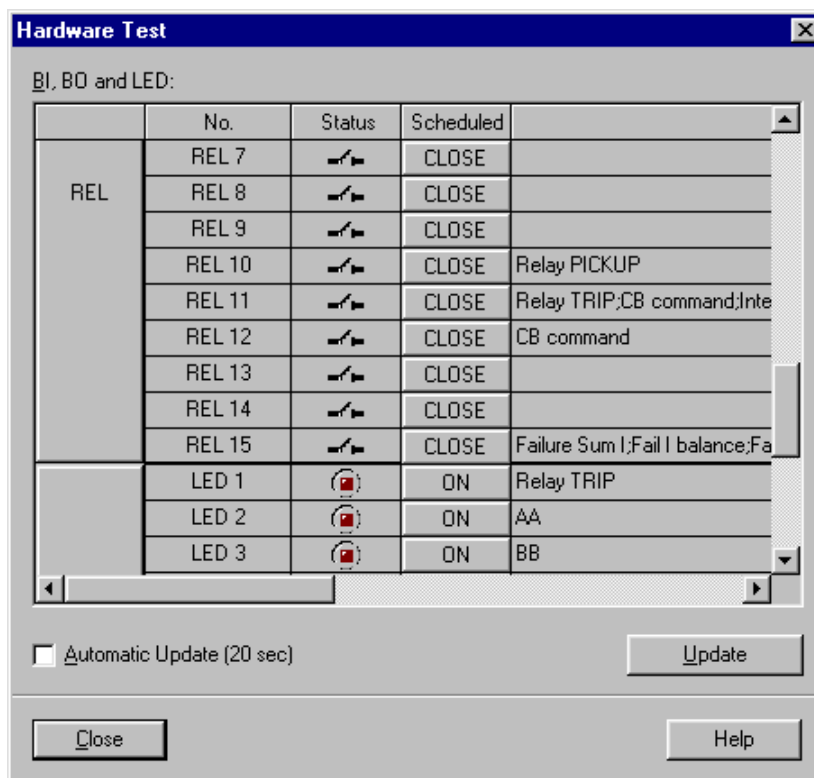

Рисунок 8-10 Окно диалога тестирования входов/выходов
- Выберите из перечня **Hardware Test** и дважды щелкните по нему. Откроется окно диалога с таким же именем (смотрите Рисунок 8-10).